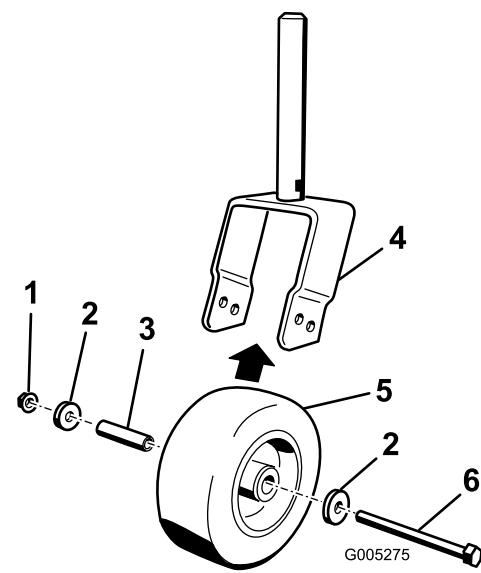

Figure 18
1. Enlevez le contre-écrou du boulon qui fixe la roue pivotante et les rondelles entre la fourche (Figure 18). Maintenez la roue pivotante et sortez le boulon de la fourche. Déposez la douille de pneu de l'intérieur du moyeu de roue.